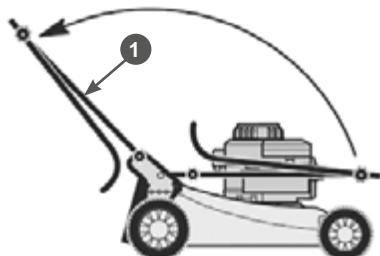

Рис. 3 Установка нижней части рукоятки
- Установите нижнюю часть 1 рукоятки в рабочее положение (Рис. 3).